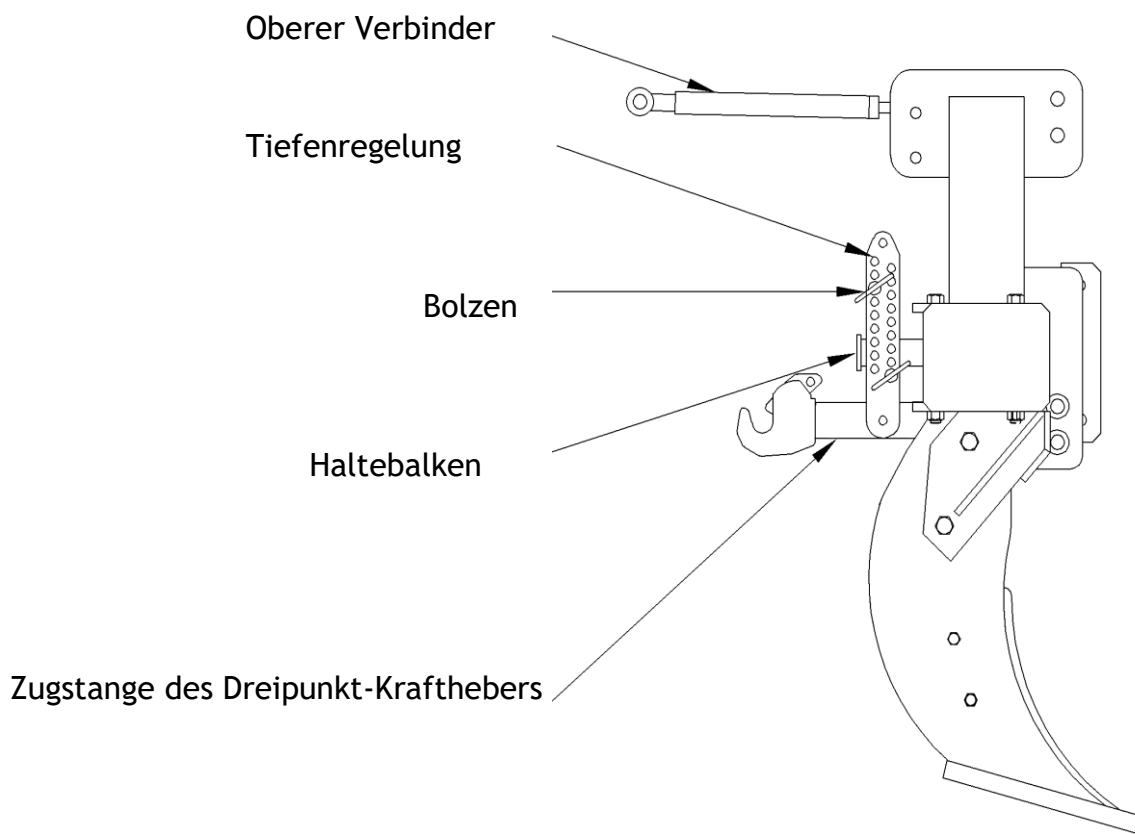

Abbildung 2. Dreipunkt-Kraftheber-Elemente des Tiefenlockereres MGP.
- den Abstand der Zugstangenhaken vom Untergrund einstellen, und zwar so, dass sie sich unterhalb der Hakenbolzen der kooperierenden Maschine befinden, und zwar mit Hilfe von Bolzen, die über dem Balken zur Bestimmung der Arbeitstiefe angeordnet werden (Abb. 2)
Die richtige Arbeitstiefe des Tiefenlockereres stellt man durch das Verstellen des Bolzens in den Löchern für die Regelhalterungen der Stützräder ein (Abb. 1). Die Tiefe wird in Bezug auf die kooperierende Maschine mit Hilfe der Bolzen in der Tiefenregelung eingestellt, wobei sie in das entsprechende Loch, unterhalb des Haltebalkens für die Tiefe, gelegt werden (Abb. 2).